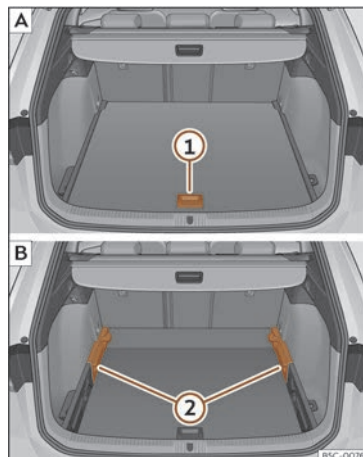

Abb. 189 Variabler Gepäckraumboden: (A) Hochstellung; (B) Tieflastung.
- Um von der niedrigen in die hohe Position überzugehen, heben Sie den Boden am Haltegriff >>> (Abb. 189) ① an und ziehen Sie ihn nach hinten, bis der vordere Teil des Bodens vollständig über den Halterungen ② liegt.
- Den Gepäckraumboden nun bis zum Anschlag an den Rücksitzlehnen nach vorne schieben und mit Hilfe des Haltegriffs ① absenken.
- Um von der hohen in die niedrige Position überzugehen, heben Sie den Boden am Haltegriff >>> (Abb. 189) ① an und ziehen Sie ihn nach hinten, bis der vordere Teil des Bodens vollständig über den Halterungen ② liegt.
- Den vorderen Teil auf den Boden absenken und diesen bis zum Anschlag an den Rücksitzlehnen nach vorn verschieben und dabei den Boden gleichzeitig mit Hilfe des Haltegriffs ① absenken.
- Bei einem variablen Boden in hoher Position diesen am Haltegriff anheben >>> (Abb. 189) ①, daran ziehen und in Richtung der Rücksitzlehne bewegen bis der Boden an der Scharnierlinie eingeklappt wird und sich der bewegliche Teil des Bodens auf diesem befindet.